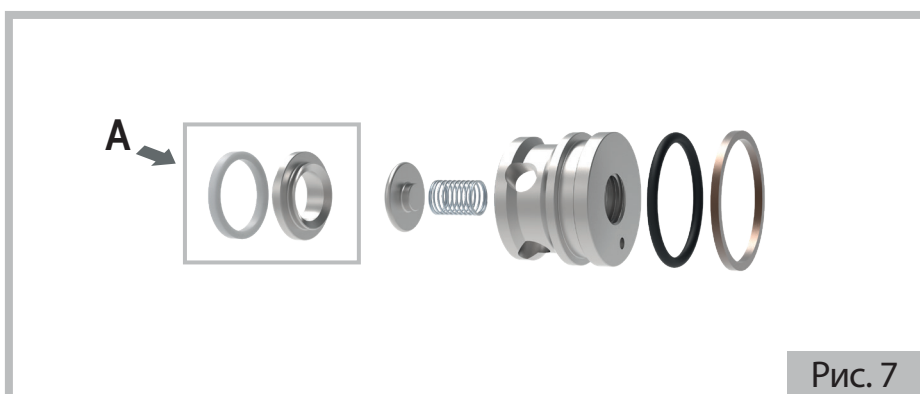

Рис. 7
- c) Раскрутить также вручную гнезда клапанов и соответствующие уплотнительные кольца (смотрите детали A на рис. 7)